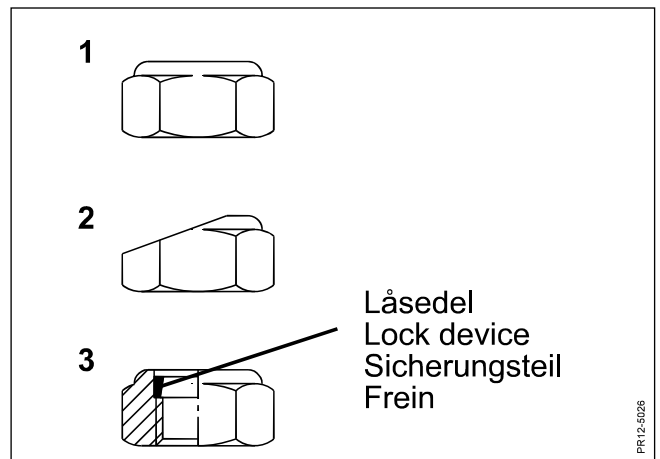

Fig. 5-8
- Fig. 5-8** Specialmuttern till knivbultarna skall bytas ut om: